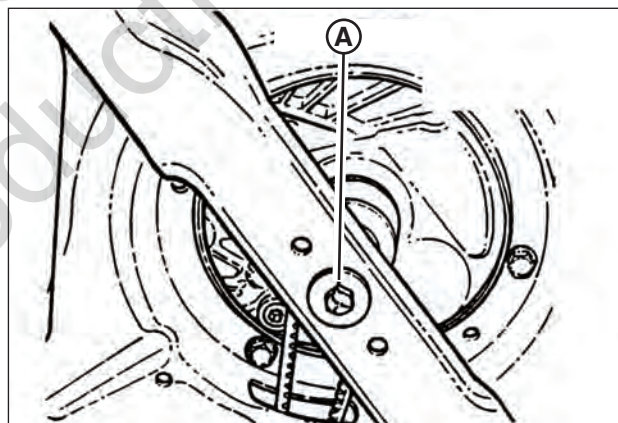

Figure 17: Serrage de la vis d'assemblage de lame
2. Basculez la tondeuse vers le haut sur ses roues arrière afin d'accéder à la vis d'assemblage de lame (**A, Figure 17**). Ne renversez pas la tondeuse avec la bougie d'allumage ou le carburateur en bas.